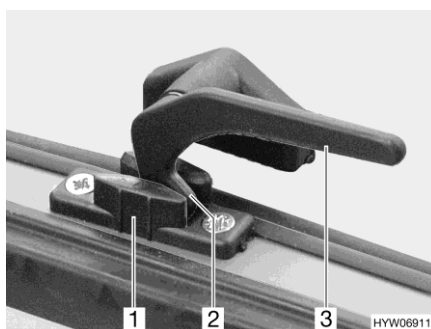

Fig. 62 Levier de verrouillage (position "Aération permanente")
- En position "Aération permanente" (Fig. 62)
- Tourner tous les leviers de verrouillage (Fig. 62,3) d'un quart de tour vers le centre de la fenêtre.
- Remettre tous les leviers de verrouillage en position initiale. Le tenon de verrouillage (Fig. 62,2) doit pénétrer alors dans le logement prévu à cet effet dans le verrouillage de fenêtre (Fig. 62,1).